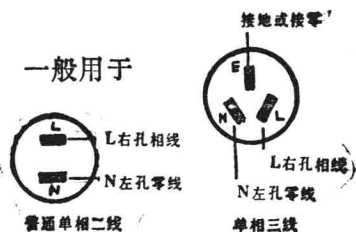

图1—21
2. 暗装式插座(嵌入式插座)它具有外形美观,安全可靠的优点,与暗装式开关一样,板面与插座组成一个整体。现代建筑安装中,广泛采用,其结构如图1—22。